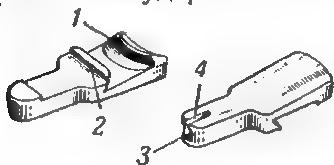

Рис. 24. Выбрасыватель:
25. Выбрасыватель с упором и пружиной (рис. 24) служит для извлечения гильзы из патронника и удержания ее в чашечке остоя затвора